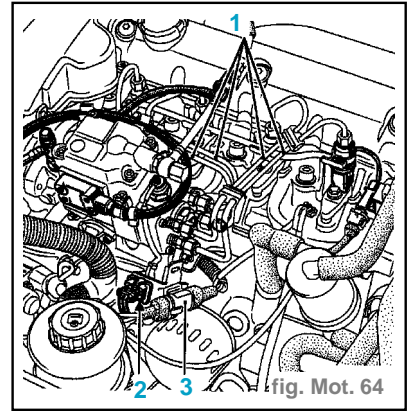
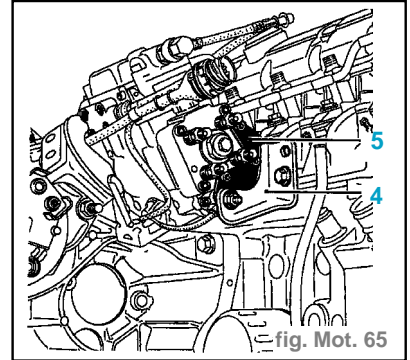
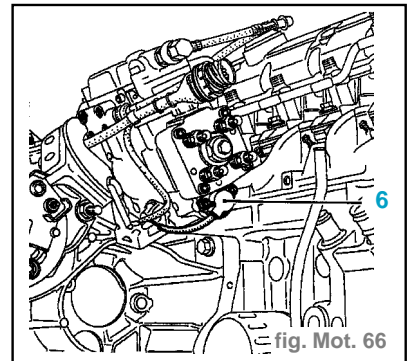

fig. Mot. 64
fig. Mot. 65
fig. Mot. 66
- Déposer les tuyaux (1) haute pression. (fig. Mot. 64)
- Débrancher les connecteurs (2) et (3).
- Déposer : (fig. Mot. 65)
- la patte (4) fixant la pompe au moteur,
- la patte en acier (5) (cette patte est fixée par une vis fixant la tête hydraulique).
- Déposer l'électrovanne d'avance (6). (fig. Mot. 66)